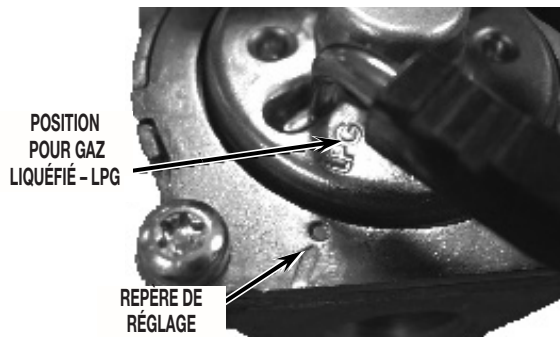

FIGURE 8
- Faire tourner le couvercle de réglage de 25 degrés dans le sens antihoraire – aligner la marque “LPG” avec le repère de réglage sur l'électrovanne d'admission de gaz. Voir la Figure 8.